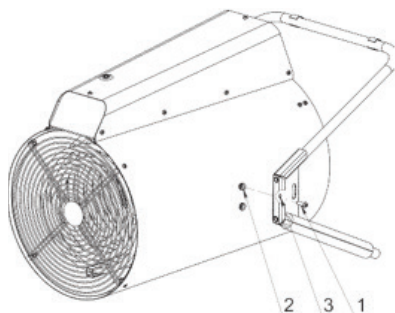

Рис. 4. Подготовка к работе ENCI-24, ENCI-30
Изделие находится в транспортно-вочном положении (Рис. 4). Для приведения прибора в рабочее положение необходимо выкрутить болт М6х20 (2 шт.) (1), как указано на рис. 4.
Совместить отверстие в опоре (3) с верхней резьбовой гайкой (2) на корпусе и наживить винт М6х20 (2 шт.) (1) с обеих сторон тепловентилятора (Рис. 4)